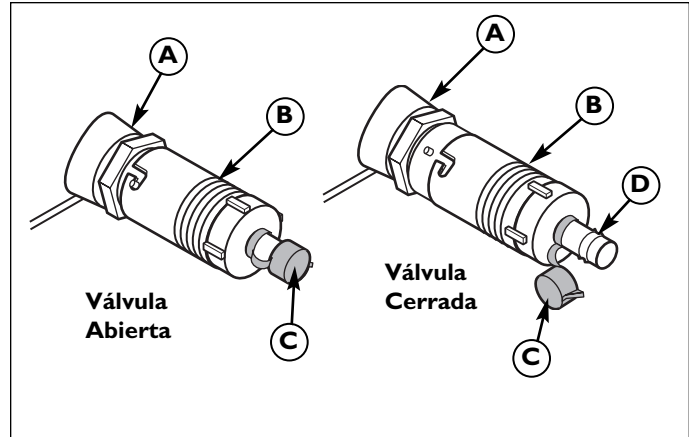

Figura 24. Válvula de drenaje de aceite
3. Limpie la válvula de drenaje de aceite (B, Figura 24) y cubra (C) con una toalla de papel o trapo.